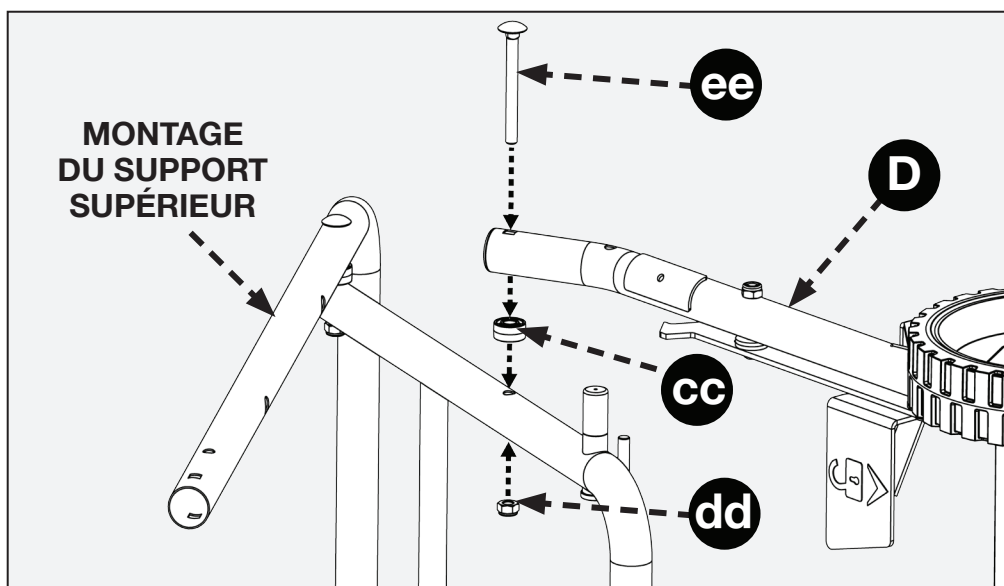

FIGURE 8
Fixer l'ensemble de la pédale (D) à l'ensemble du support supérieur en utilisant deux vis chariot M8 x 75 (ee), les rondelles (cc) et les écrous de verrouillage M8 (dd). Voir les figures 8 et 9 pour vérifier l'orientation correcte de l'ensemble de pédale (C) à l'ensemble du support supérieur (I).